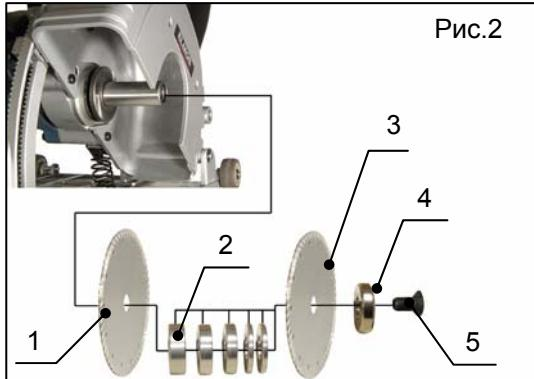
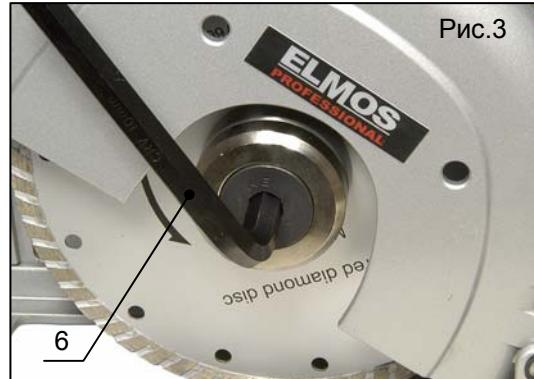
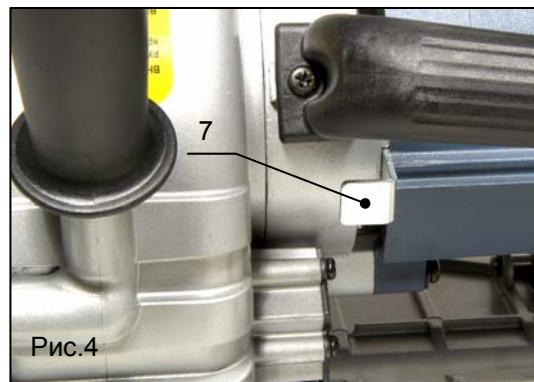

Рис.2
Рис.3
Рис.4
2. Вставьте внутренний диск (поз.1, рис.2) на вал мотора, убедившись в том, что диск плотно наделся. Проверьте, чтобы направление вращения диска совпадало с направлением вращения вала мотора (против часовой стрелки).
3. Следом за диском установите на вал необходимое количество дистанционных шайб (в зависимости от ширины прорезаемого канала). В комплекте идут шайбы размером: 15-12-10мм и 2шт по 5мм (поз.2, рис.2). **Независимо от того, сколько дистанционных шайб было установлено между дисками, остальные шайбы должны быть установлены на вал мотора с внешней стороны для плотной затяжки режущих дисков.**
4. Установите на вал мотора внешний диск (поз.3, рис.2). Проверьте, чтобы направление вращения диска совпадало с направлением вращения вала мотора (против часовой стрелки).
5. Наложите внешний фланец (поз.4, рис.2) на диск (поз.3, рис.2), и затяните от руки крепежный болт (поз.5, рис.2).
6. Нажмите на стопорный рычаг (поз.7, рис.4). Наденьте шестигранный ключ (поз.6, рис.3) на болт (поз 5, рис 2), закрепленный на диске (поз.3, рис.2), и медленно поворачивайте диск шестигранным ключом до тех пор, пока вы не почувствуете, что замок стопора задействован. Продолжайте удерживать стопорный рычаг, чтобы не допустить проворота вала. Вращайте шестигранный ключ по часовой стрелке, чтобы затянуть болт (поз.5, рис.2), крепящий диск.